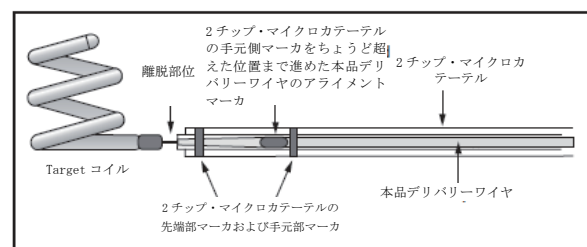

図 7: エックス線不透過性マーカの最適な位置合わせ
11. 本品を進めて、デリバリーワイヤのエックス線不透過性の手元部マーカが 2 チップ・マイクロカテーテルの手元部マーカの先端部をちょうど超えたところに一致するように正確に位置を合わせる（下記の図 7 参照）。RHV を締め、デリバリーワイヤを固定させる。